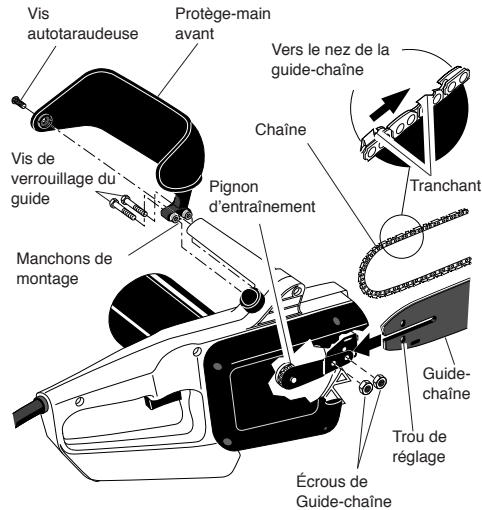
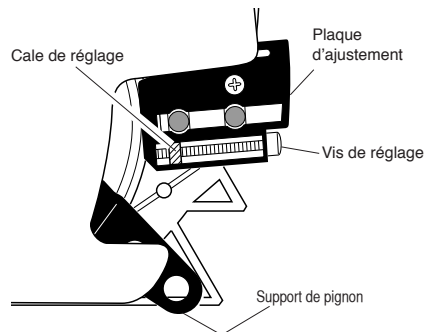

Figure 2 - Assemblage du guide-chaîne, de la chaîne et du protège-main
Figure 3 - Emplacement des pièces pour l'assemblage du guide-chaîne
- deux (2) boulons de guide-chaîne
- deux (2) écrous de guide-chaîne
- une (1) vis autotaraudeuse à tête Phillips
2. Installez le protège-main avant sur le corps de la scie. Pour ce faire, enfoncez les deux (2) manchons de montage du protège-main dans les trous de forme hexagonale du corps de la scie (voir la Figure 2).
4. Tournez la vis de réglage dans le sens antihoraire (voir la Figure 3). Continuez de tourner la vis de réglage jusqu'à ce que la cale de réglage arrive à l'arrière de la plaque d'ajustement.
**Remarque :** Assurez-vous que les bords de coupe de la chaîne sont orientés dans la bonne direction. Positionnez la chaîne de manière à ce que les bords de coupe du haut du guide-chaîne soient orientés vers le nez du guide-chaîne (voir la Figure 3).
1. Antes de regular la cadena, asegúrese que las tuercas de la barra guía estén solamente ajustadas a mano (voir la Figure 3). También asegúrese que el bloque de regulación esté en el orificio ovalado de regulación de la barra guía (voir les Figures 2 y 3).